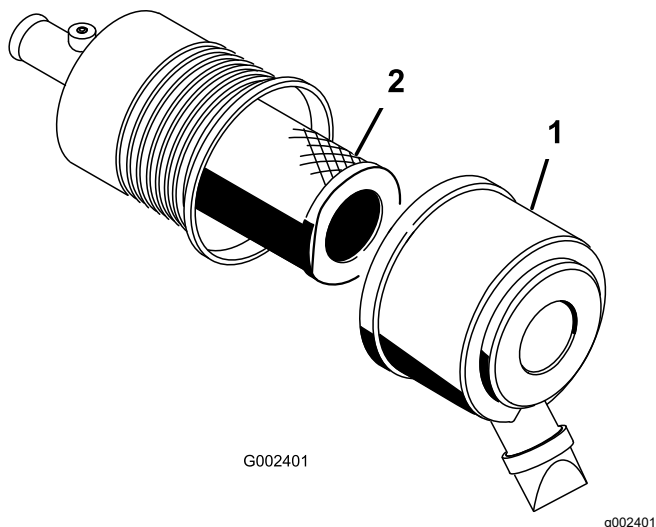

Figura 33
1. Eliberați elementele de fixare ale filtrului de aer și îndepărtați capacul filtrului de aer (Figura 33).
3. Glisai uor filtrul din corpul filtrului de aer (Figura 33).
5. Glisai cu atenție filtrul peste tubul corpului (Figura 33).
6. Montați capacul filtrului de aer la partea de sus și fixați-l cu elementele de fixare (Figura 33).